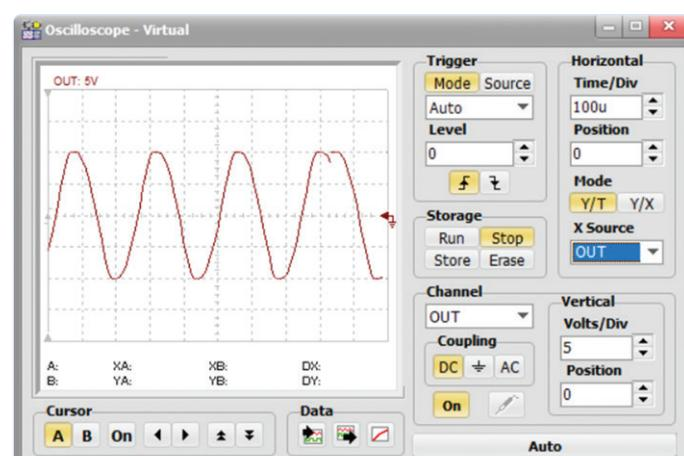

Figure 3. Forme d'onde de sortie.
- vérifiez la forme d'onde de sortie (figure 3). La période est de 250 µs, ce qui correspond à 4 kHz. Notez la pointe dans la forme d'onde de sortie sur l'oscilloscope. L'oscilloscope peut être synchronisé pour créer une image stable. Pour ce faire, sélectionnez Normal sous Mode et synchronizing signal sous Source. Vous devrez peut-être aussi régler le niveau de déclenchement (Trigger).